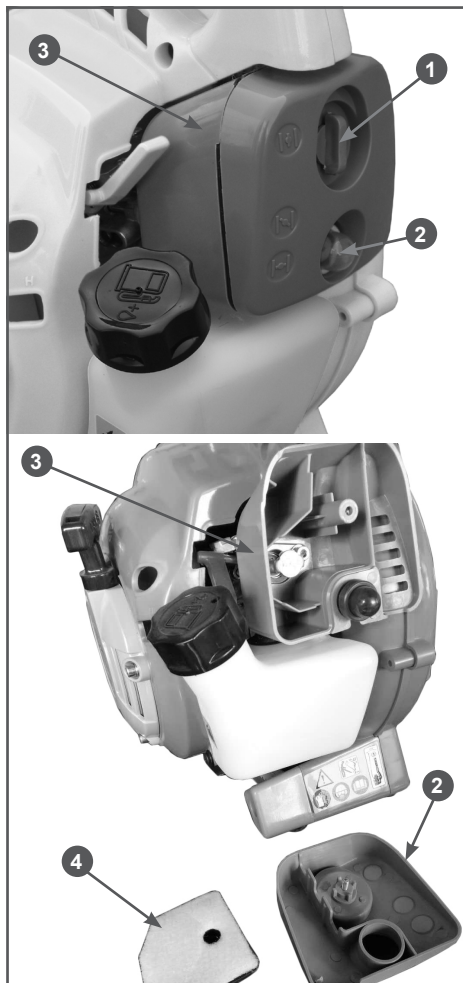

Рис. 5 Обслуживание воздушного фильтра
Загрязнение воздушного фильтра может препятствовать поступлению воздуха для образования воздушно-топливной смеси. Для предотвращения неисправностей двигателя надо осуществлять регулярное обслуживание воздушного фильтра (Рис. 5). При работе в условиях повышенной запыленности воздушный фильтр необходимо обслуживать чаще.
1. Открутите винт крепления 1 и снимите крышку воздушного фильтра 2 (Рис. 5).
2. Извлеките фильтрующий элемент 4 из корпуса 3 (Рис. 5).
5. Установите на место фильтрующий элемент, крышку воздушного фильтра 2 и закрутите винт 1 крепления крышки воздушного фильтра (Рис. 5).